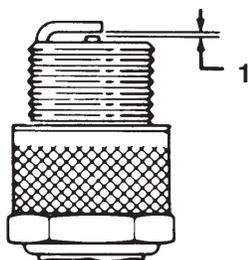

Figure 18
5. Réglez l'écartement des électrodes à 0,81 mm (Fig. 18).